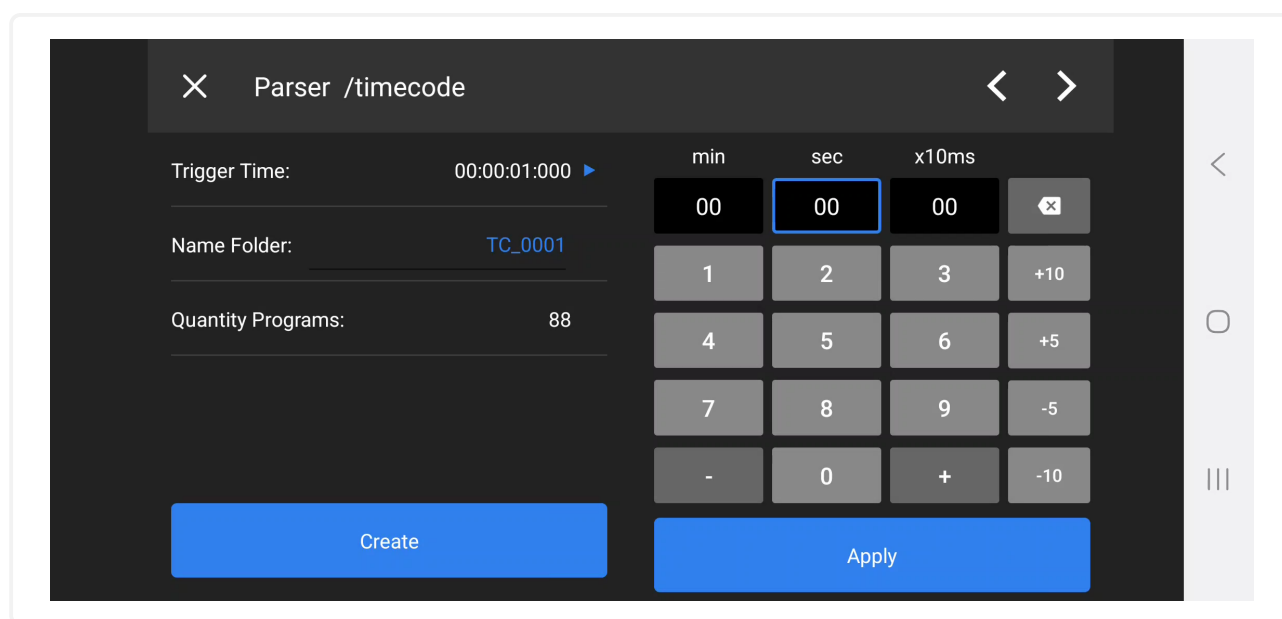

Рис. 63: Экран парсинга большой программы на более мелкие на основании размера пауз между точками
6. В правой части рабочего окна (см. рис. 63) установить период времени для сканирования программ и нажмите **Apply**